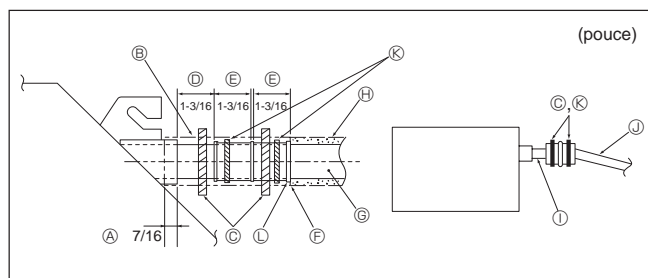

Fig. 5-6
1. Raccorder la prise d'écoulement (fourni avec l'appareil) au port de drainage. (Fig. 5-6)